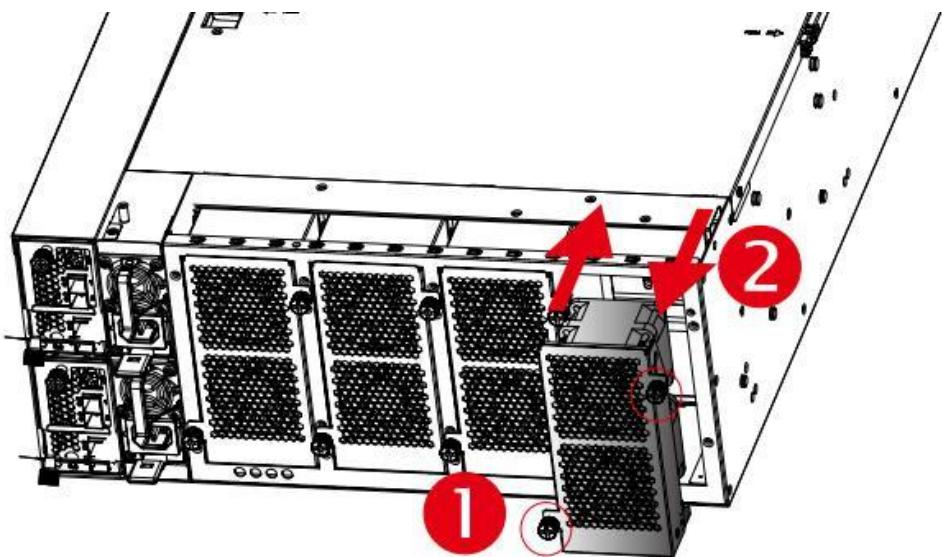

Рисунок 153 – Демонтаж и монтаж модуля вентилятора
2. Потяните модуль из лотка вентилятора, пока он не выйдет из шасси корпуса (см. Рисунок 153).